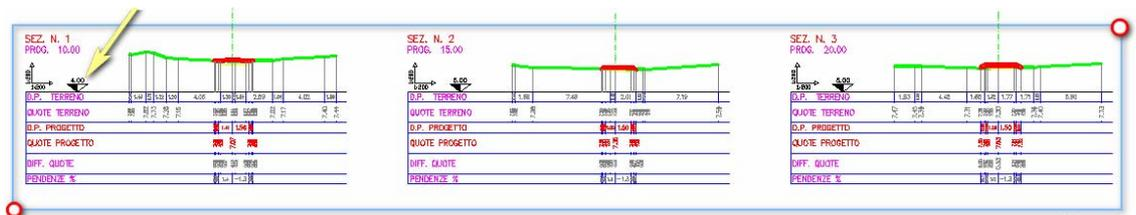

Figura 1
- **Numero area da calcolare da 1 a 10:** Definisci il numero dell’area da calcolare in base a quanto memorizzato durante i comandi  **Calcolo Scarpate multiple**. Ti ricordo che i dati delle aree vengono memorizzate nel blocco portaquota indicato in figura 1 dalla freccia gialla;
- **Selezione sezioni per calcolo superfici**: Seleziona in blocco tutte le sezioni (come indicato in figura 1) delle quali vuoi calcolare la superficie delle scarpate;